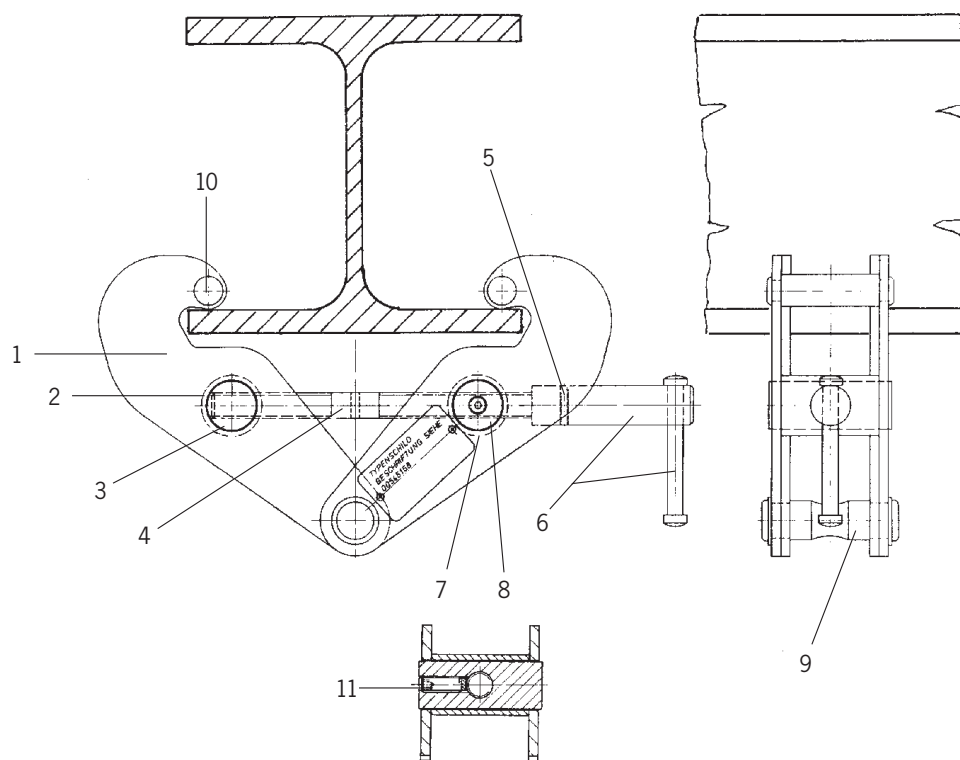

Fig. 5
- De klem kan tegen spontaan openen beveiligd worden. Door de inbusbout (Fig. 5) met een inbussleutel vast te draaien kan men de klem vergrendelen. Een aangebrachte koperschijf achter de inbusbout voorkomt beschadigingen aan de spindel.
- Al fine di assicurarsi che la pinza rimanga opportunamente serrata e che non sia possibile un' allentamento accidentale del perno, fissare il controdado montato sul perno filettato (Fig. 5). Uno strato di rame sul lato del controdado previene eventuali danneggiamenti dell'asse.